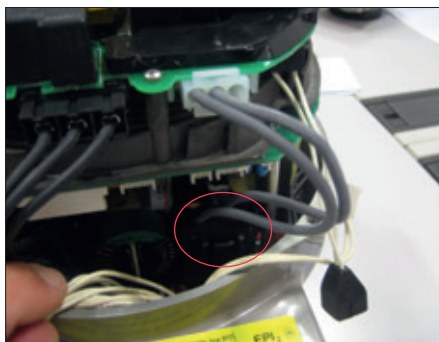

Figura 21
- Collegare il connettore dell'alimentazione a 2 fili della scheda OM13 alla scheda di alimentazione (Figura 21).